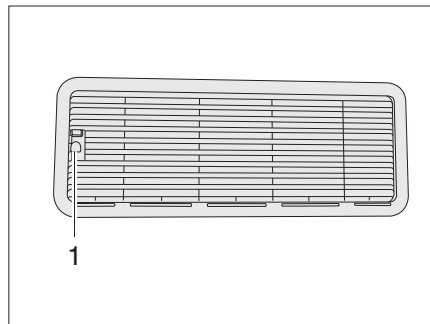
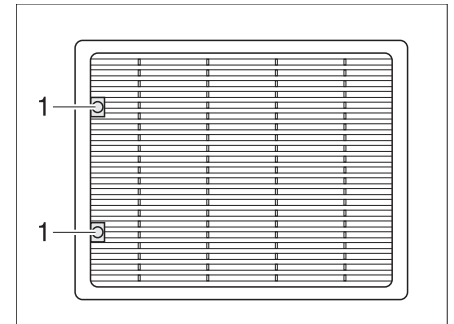

Bild 97 Kühlschrank-Lüftungsgitter (Dometic klein)
Bild 98 Kühlschrank-Lüftungsgitter (Dometic groß)
- Auf Verriegelung (Bild 97,1 oder Bild 98,1) drücken.